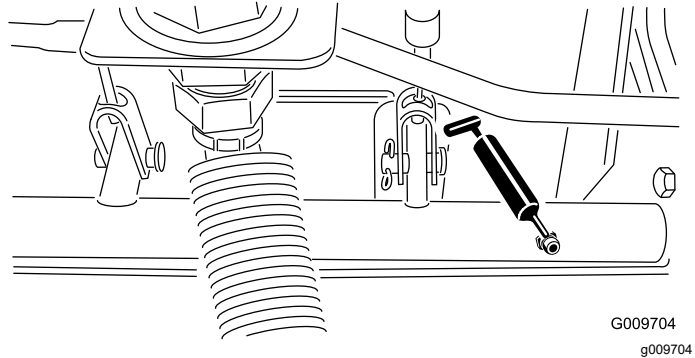

Figura 33
- Cuscinetti orientabili dell'albero del freno (5) come illustrato nella Figura 33